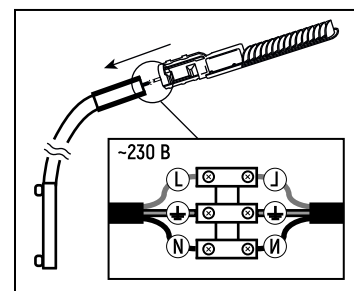

Рис.1
- Обесточьте сетевой кабель питания и подключите к проводу светильника* (Рис.1).
- Установите светильник на кронштейн, провод светильника поместите внутрь кронштейна или опоры (Рис.1).